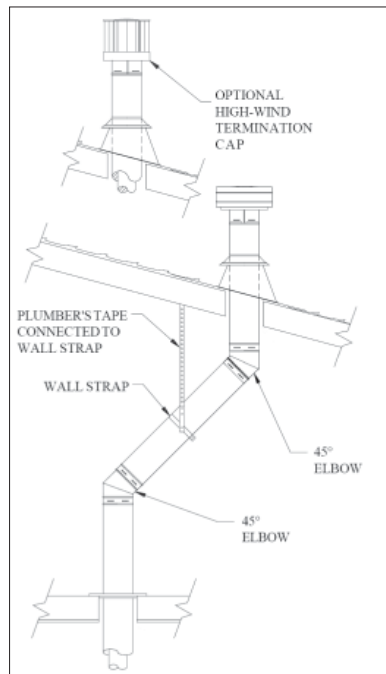
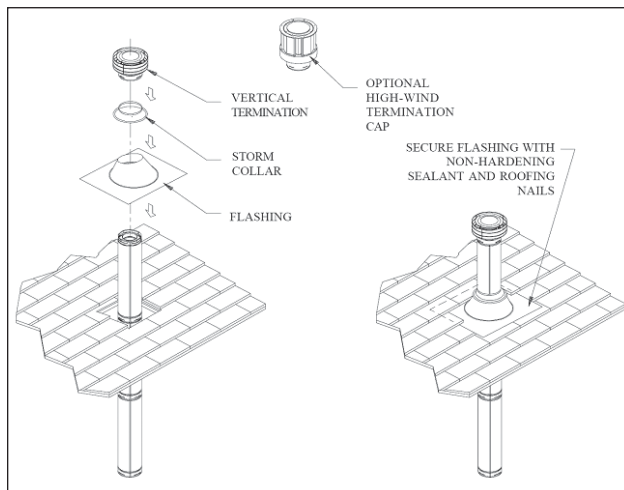

Figure 41 : Utilisation d'une installation verticale.
Figure 42 : Installation du solin et de la terminaison verticale.
- (1) Si un décalage est nécessaire dans le grenier pour éviter des obstructions, il est important de supporter le tuyau d'évent à chaque 3 pieds, afin d'éviter des stress excessifs sur les coudes et créer des séparations possibles. Des brides murales sont disponibles pour cette application (voir figure 41).
- (2) Lorsque c'est possible, utilisez des coudes de 45° à la place des coudes de 90°. Un coude 45° offre moins de restriction pour l'évacuation des gaz et de la prise d'air.
Étape 6. Glissez le solin sur les sections de tuyaux qui se prolonge au travers du toit. Utilisez un scellant non durcissant entre le solin et le toit, afin de prévenir toute fuite d'eau. Fixez la base du solin au toit avec des clous de toiture. Assurez-vous que le matériel de toit superpose l'extrémité supérieure du solin, comme montré dans la figure 42. Vérifiez que vous avez au niveau du toit, les dégagements minimums aux combustibles.
Étape 8. Glissez le collet de solin au dessus du tuyau et poussez-le vers le bas, jusqu'au dessus du solin, tel que montré à la figure 42. Utilisez un scellant non durcissant au dessus et en dessous du joint, entre le collet de solin et le tuyau.